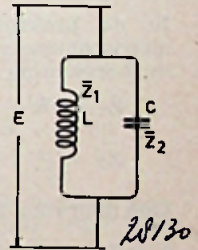

Fig. 20
V. Ideale zelfinductie parallel geschakeld met een capaciteit (fig. 20)